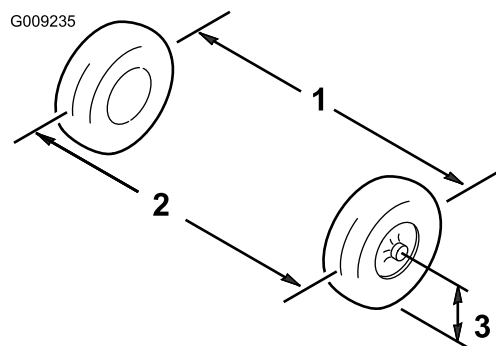

Figura 48
1. Mida la distancia entre los neumáticos delanteros a la altura del eje, en la parte delantera y trasera de las ruedas (Figura 48).